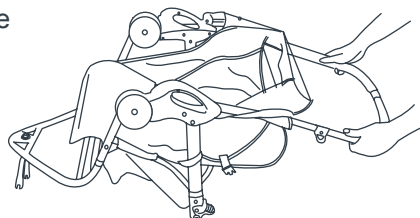

Fig. 1
1) • Inclíne el carrito hacia atrás de modo que se apoye sobre el manubrio y el armazón del eje trasero, y que las horquillas de la rueda delantera apunten hacia arriba (Fig. 1).